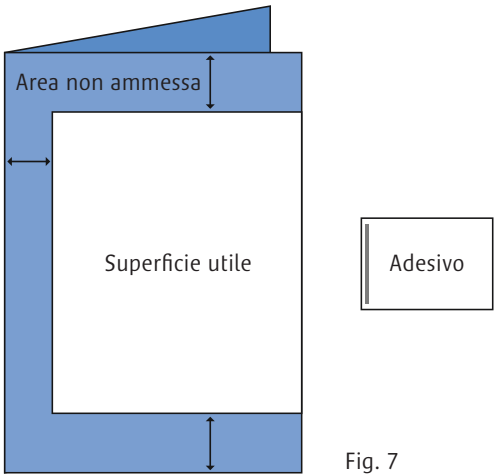

Fig. 7
- L’incollaggio deve essere effettuato sul lato chiuso della trave (v. fig. 7)